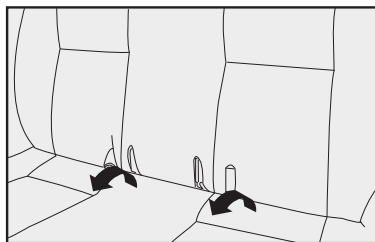

fig. 100
- 1) Recolher aos seus respectivos alojamentos no banco traseiro as fivelas e o cinto de segurança central **fig. 100**;